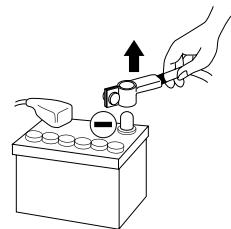

Abb. 1
- **Bevor Sie mit der Installation beginnen, trennen Sie den Minuspol der Batterie ab, um jedes Risiko einer Verletzung, eines Brandes oder einer Beschädigung des Gerätes zu vermeiden (Abb. 1)**
- 2 - Trennen Sie den Minuspol der Batterie vom Strom, bevor Sie mit der Installation beginnen (*Abb. 1*).